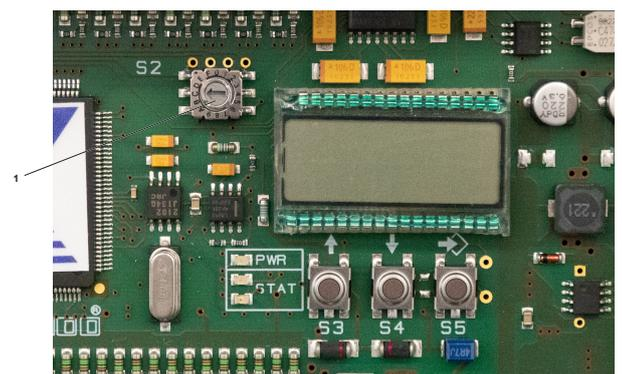

Abb. 31: Pos. 1: Einstellung Wahlschalter auf C
- Drehschalterstellung (S2) überprüfen (Abb. 31).